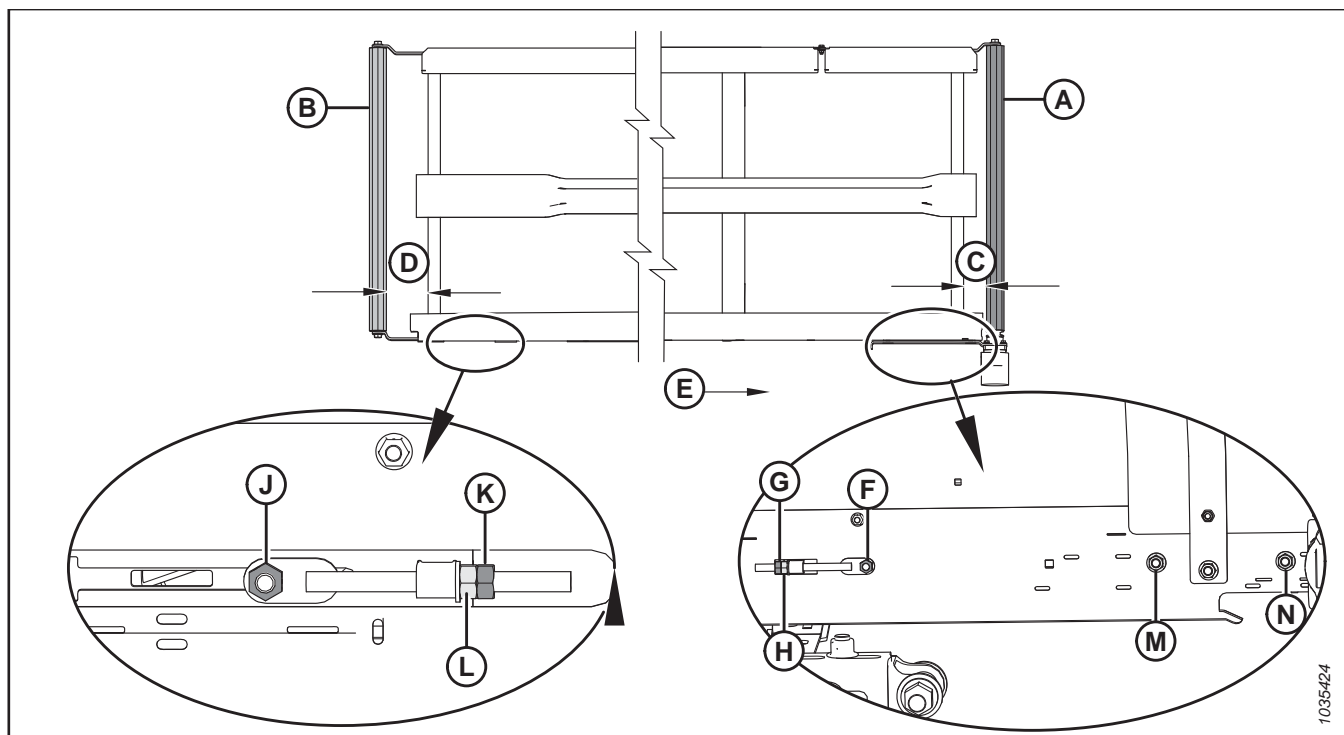

Figura 4.250: Reglaje de urmărire a transportorului cu bandă – Transportor cu bandă stânga
2. Reglați cilindrul de acționare (A) pentru a modifica C (consultați Tabelul 4.2, pagina 429 și Figura 4.250, pagina 429), după cum urmează:
- a. Slăbiți piulițele (F), (M) și (N) și contrapiulița (G).
- b. Rotiți piulița de reglare (H).
- c. Strângeți piulițele (F), (M) și (N) și contrapiulița (G).
3. Reglați rola întinzătoare (B) pentru a modifica D (consultați Tabelul 4.2, pagina 429 și Figura 4.250, pagina 429), după cum urmează:
- a. Slăbiți piulița (J) și contrapiulița (K).
- b. Rotiți piulița de reglare (L).